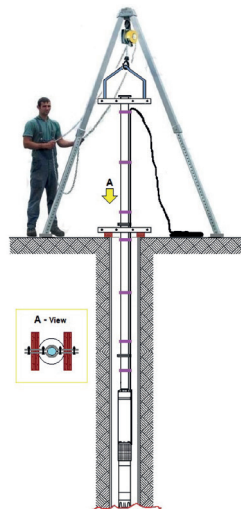

Рис. 7.5
- Рекомендовано спочатку під'єднати короткий відрізок труби до вихідного отвору насоса, закріпивши на ньому електричний кабель. На іншому кінці, під муфтою або фланцем, прикріпіть опорний кронштейн (Рис. 7.5).